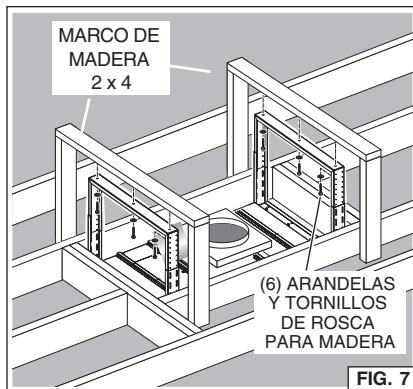

FIG. 7
2. Asegure cada marco de soporte al marco de soporte de madera de la campana con los (6) pernos de rosca para madera de 6 x 70 mm y las arandelas suministrados. Fig. 7.